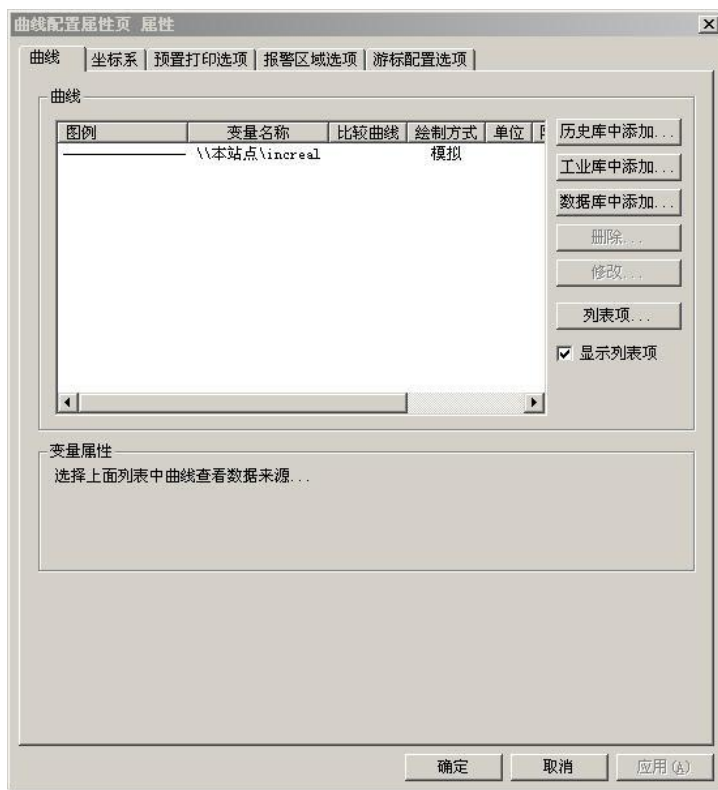

图 8.60 曲线配置属性页
- **设置属性页：**单击“设置属性页”按钮, 弹出“曲线配置属性页”对话框，如图 8.60 所示。